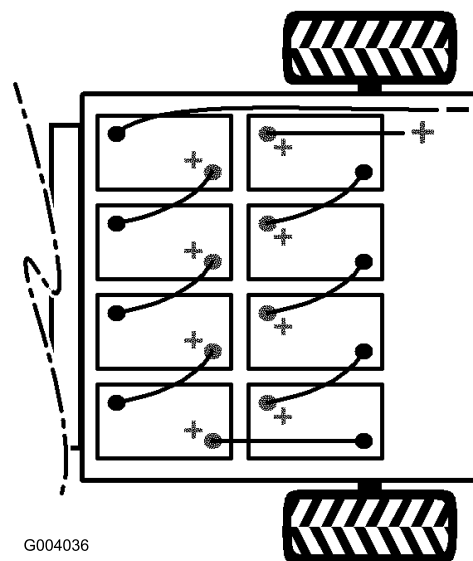

Figura 38
2. Desligue o fio negativo comprido e negro que liga os pólos das baterias ao veículo (Figura 38).
3. Desligue o fio positivo comprido e vermelho que liga os pólos das baterias ao veículo (Figura 38).
**Nota:** Obs.: Preste atenção à polaridade das baterias quando trocar de baterias (Figura 38).
- 9. Ligue as baterias umas às outras com os cabos próprios (gravura Figura 38).
- 10. Ligue o fio positivo comprido e vermelho das baterias ao veículo (Figura 38).
- 11. Ligue o fio negativo comprido e preto das baterias ao veículo (Figura 38).